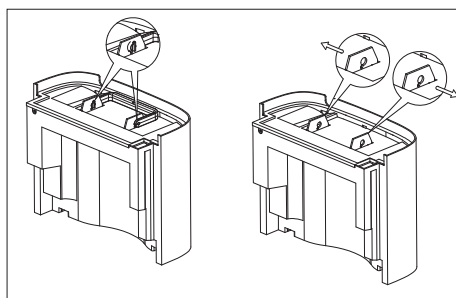

Abb. 5 – Deckel entfernen
- ▶ Legen Sie den Tragegriff so um, dass Sie ihn aus der Verankerung nehmen können (siehe Abb. 5).